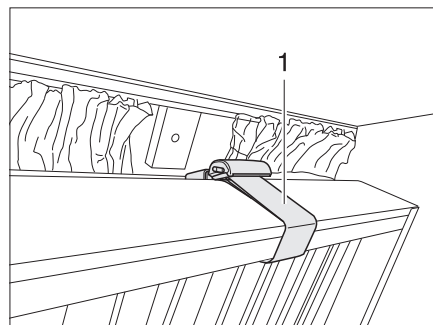

Bild 62 Etagenbett, klappbar
- ▶ Wenn das Etagenbett nach oben geklappt ist, das Etagenbett mit dem Sicherungsgurt (Bild 62,1) sichern. Verletzungsgefahr!
Die Etagenbetten können nach oben geklappt und mit dem Sicherungsgurt (Bild 62,1) gesichert werden. Der Bereich unter dem Bett ist dann als Stauraum nutzbar.